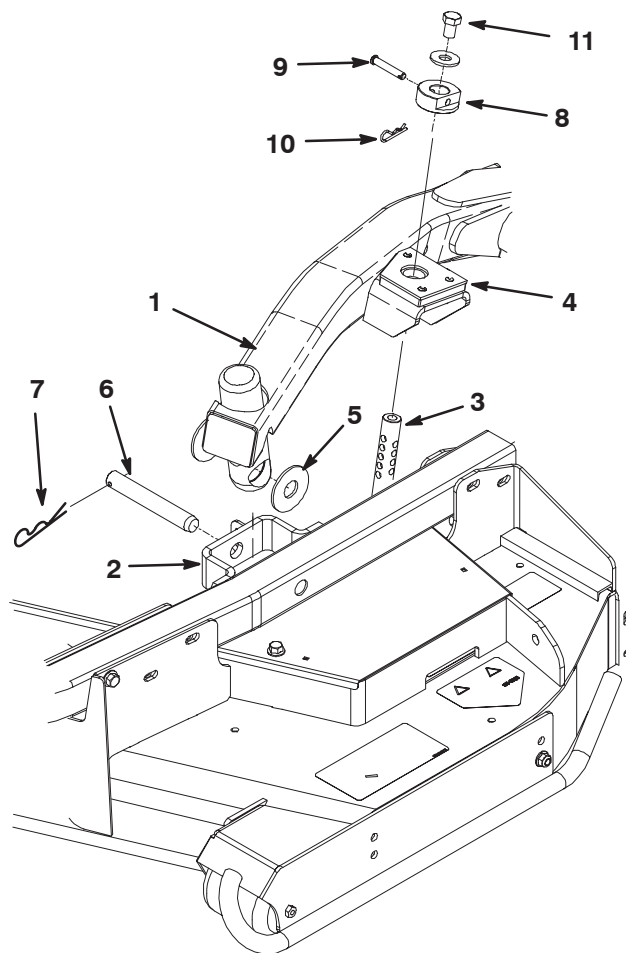

Bild 18
3. Stellen Sie den Hubhebel auf die Schweben-Stellung. Drücken Sie einen Hubarm nach unten, bis die Löcher im Hubarm mit den Löchern in der Laufradarmhalterung ausgerichtet sind, und die Schnitthöhenstange in die Hubarmpolster eingesetzt werden kann (Bild 18).
(Bild 18). Setzen Sie das Ende des Splints in den Schlitz im Laufradarm ein, um den Splint zu arretieren.
8. Befestigen Sie die Schnitthöhenstellringe an den Schnitthöhenstangen und befestigen Sie sie mit den Lastösenbolzen und den Splints (Bild 18). Der Kopf des Splints sollte zur Vorderseite des Mähwerks zeigen.
9. Setzen Sie oben auf jeder Schnitthöhenstange eine 1/2 x 3/4 Zoll Kopfschraube und eine Scheibe ein (Bild 18).